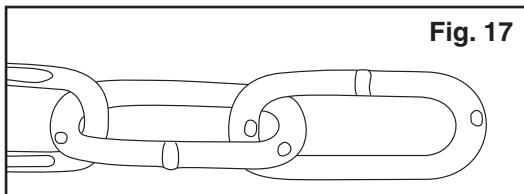
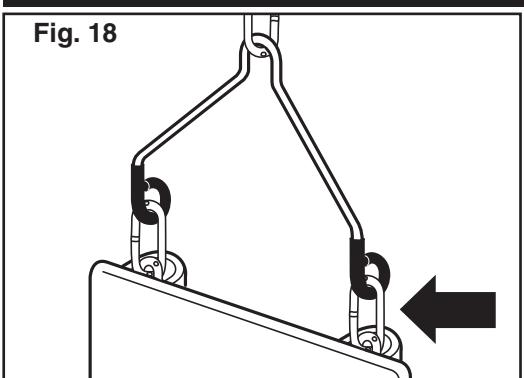

Fig. 17
Fig. 18
2. Place one covered chain onto each harness so that it fits at the top of the V-hanger. Insert uncoated chains to bottom vinyl hooks of V-hanger (Fig. 17). Crimp harness end closed.
CAUTION: It is important that you crimp harness ends completely closed before using (see Fig. 18). Place end of harness with hooks on a hard surface and force hooks closed with a hammer or squeeze closed with a pliers until parts are touching.
2. Coloque una cadena con recubrimiento en cada arnés, de manera que se ajuste a la parte superior del colgadero en V. Inserte cadenas sin recubrimiento en los ganchos inferiores de vinilo del colgadero en V (Fig. 17). Cierre el extremo del arnés a presión. **PRECAUCIÓN: Es importante cerrar a presión los extremos del arnés de manera tal que queden completamente cerrados antes de usarlo (ver la Fig. 18). Coloque el extremo del arnés con ganchos en una superficie dura y cierre los ganchos con un martillo o con alicates hasta que se toquen las partes. ADVERTENCIA: los ganchos abiertos pueden causar cortes profundos.**
2. Placez une chaîne gainée dans chaque harnais afin qu'elle s'adapte à la partie supérieure du support en V. Insérez les chaînes sans gaine dans les crochets de vinyle de la partie inférieure du support en V (fig 17). Refermez l'extrémité du harnais. **ATTENTION : Il est important de refermer complètement les extrémités du harnais avant d'utiliser l'équipement (voir la fig. 18). Placez les extrémités en crochet des harnais sur une surface dure et fermez l'ouverture à l'aide d'un marteau ou utilisez une pince et serrez jusqu'à ce que les deux parties de l'anneau se touchent. AVERTISSEMENT : Des crochets ouverts peuvent causer des coupures profondes.**